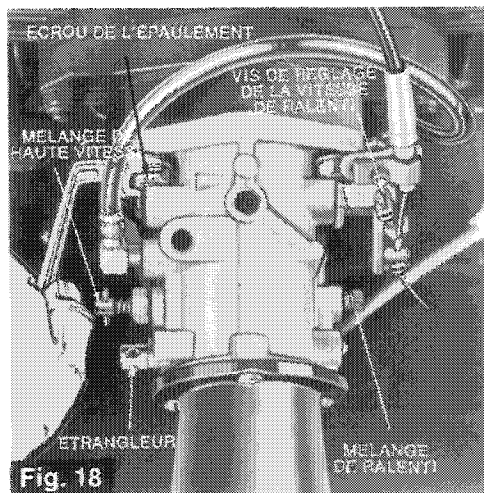

Fig. 18
À l'aide d'un tournevis, tournez la vis de réglage vers la droite pour augmenter la vitesse de ralenti et vers la gauche pour la réduire (fig. 18).
4. Moteur noyé	Mettez le bouton de l'étrangleur sur OFF; attendez une (1) minute au moins, appuyez à fond sur le levier d'accélérateur et essayez de démarrer.
6. Réglage du ralenti	Vissez la vis de réglage du ralenti puis dévissez de 3/4 de tour; finissez le réglage avec le moteur en marche (fig. 18). Attendez que votre moteur soit réchauffé.